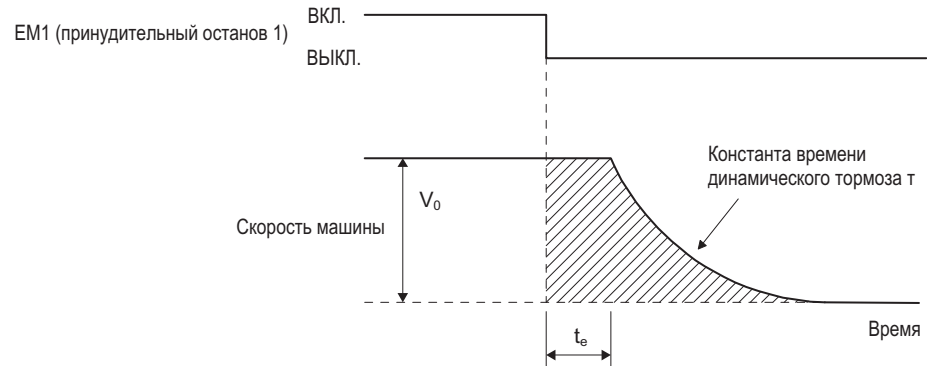

Рис. 10.3 Схема действия динамического тормоза
На Рис. 10.3 показана схема, при которой серводвигатель полностью останавливается при помощи динамического тормоза. Чтобы рассчитать приблизительную длину выбега до полного останова, следует использовать уравнение 10.2. Константа времени динамического тормоза -  $\tau$  - меняется в зависимости от скоростей работы серводвигателя и машины (см. п. (2) данного раздела).